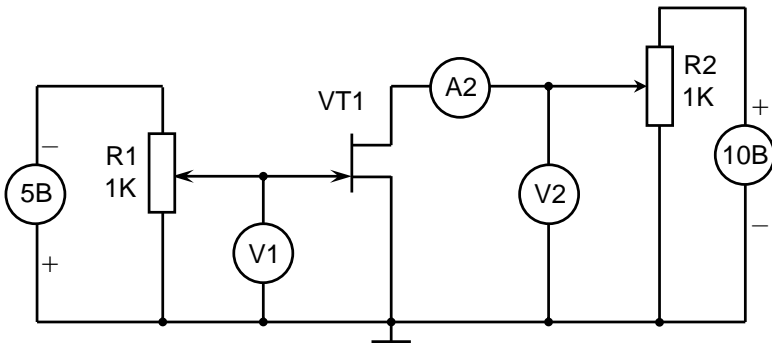

Рис. 2.5 Схема для снятия семейства входных и выходных ВАХ полевого транзистора в схеме с ОИ
- 2 Включить стенд, установить напряжение источников питания согласно значениям, указанным на рис. 2.5, контролируя результат по вольтметру.
3 Собрать схему для снятия семейства ВАХ полевого транзистора в схеме с ОИ аналогично приведенной на рис. 2.5. После разрешения преподавателя или лаборанта подать питание на лабораторный стенд.